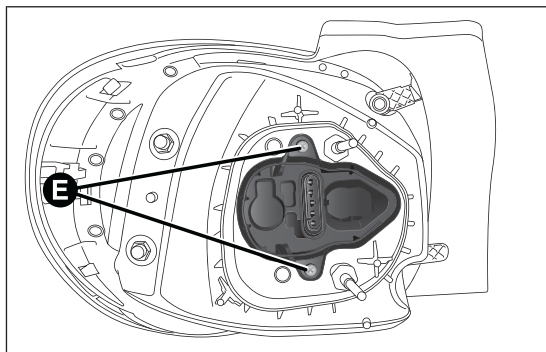

fig. 173
- débrancher le connecteur électrique, dévisser les vis de fixation E fig. 173 et déposer le groupe douille ;